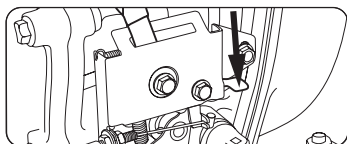

Рис. 13
4. Нажмите вниз на рычаг выключения двигателя (см. рис. 13).